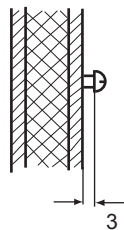

Рис. 3
2. В верхнее центральное отверстие вкрутите один из шурупов. На этот шуруп навешивается силовой блок. Для этого оставьте выступ шурупа прилб. на 3 мм (рис. 3).